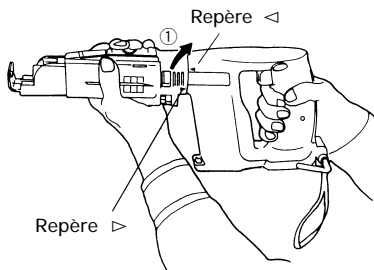

Fig. 5
Tenez le corps de l'outil solidement d'une main et tournez l'accessoire d'alimentation de vis de l'autre dans le sens du repère de flèche ① représenté à la Fig. 5.